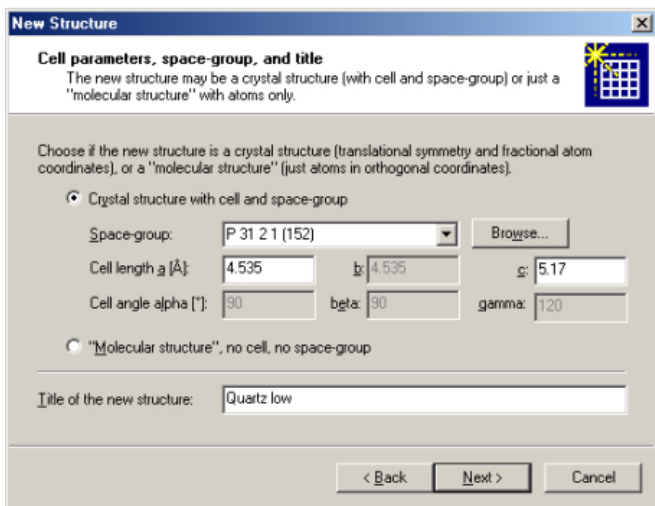

Рис. 8. Пространственная группа, параметры элементарной ячейки и название структуры
Создайте новый документ DIAMOND, выбрав команду "New" из меню "File" (или нажав соответствующую кнопку на панели инструментов ). Мы будем использовать данные для кварца ( $\text{SiO}_2$ ). Выберите "New Structure..." ("Новая структура...") из меню "Structure" ("Структура"), это запустит помощника, который запросит необходимые данные (пространственную группу, параметры ячейки или атомные параметры). Нажмите "Next", чтобы перейти ко второй странице (рис. 8), в которой начнем ввод данных.
В качестве данных кристаллической структуры вы можете ввести пространственную группу и параметры элементарной ячейки. Убедитесь, что выбрано "Crystal structure with cell and space group", нажмите на кнопку "Browse" ("Обзор") справа от "Space-group" ("Пространственной группы"). В открывшемся диалоговом окне выберите "P 31 2 1 (152)" и нажмите кнопку "OK". После этого введите параметры элементарной ячейки  $a = 4.535 \text{ \AA}$  и  $c = 5.17 \text{ \AA}$ . Измените "Title of the new structure" ("Название новой структуры") в нижней части страницы, на "Quartz low", так как данные соответствуют низкотемпературной модификации кварца. Ваше окно должно быть похоже на рис. 8.